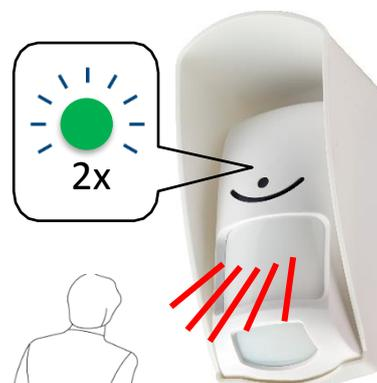

Рис. 6
- В течение 10 секунд дважды активируйте датчик присутствия PIR. Рис. 6